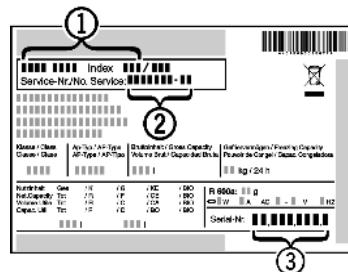

Fig. 32
- Обратитесь в сервисную службу и сообщите вид неисправности, наименование устройства Fig. 32 (1), сервисный № Fig. 32 (2) и серийный № Fig. 32 (3).